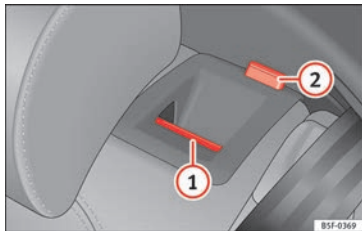

Fig. 143 Dans le dossier de la banquette arrière : touche de déverrouillage (1) ; repère rouge (2).
- Tirez la touche de déverrouillage » fig. 143 (1) vers l'avant et, en même temps, rabaissez le dossier.
- Le dossier arrière est débloqué quand le repère rouge est visible sur la touche (2).
Le dossier arrière est débloqué quand le repère rouge est visible sur la touche » fig. 143 (2).
- Redressez le dossier et appuyez-le avec force dans le logement pour qu'il s'encastre correctement » fig. 143 (2).
- Le repère rouge de la touche de déblocage (2) ne devra plus être visible.